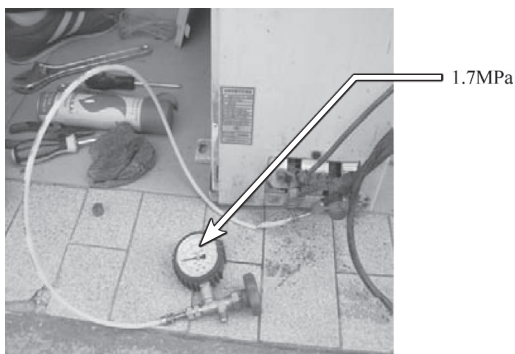

图 5-29 测试运行压力
3) 空调器运行 15min 后，测量系统压力为 1.7MPa ，如图 5-29 所示。